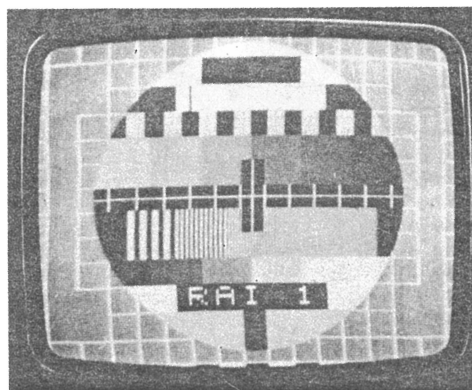

Fig. 4.5.2b - Effetto neve.
1) *Effetto neve*. (vedere la fig. 4.5.2b)